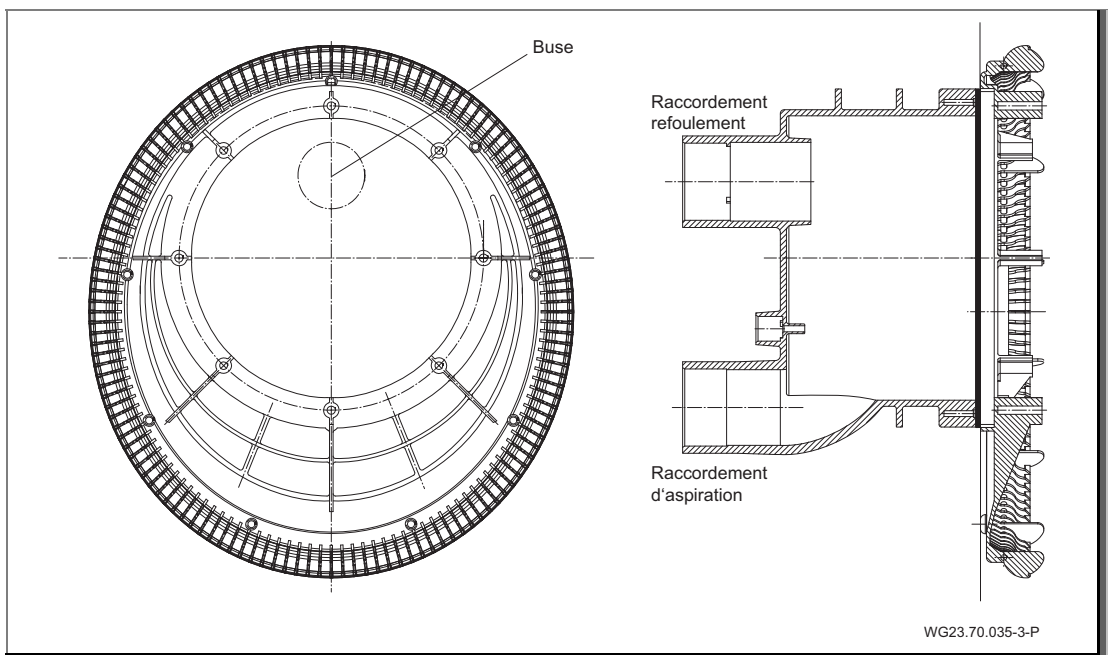
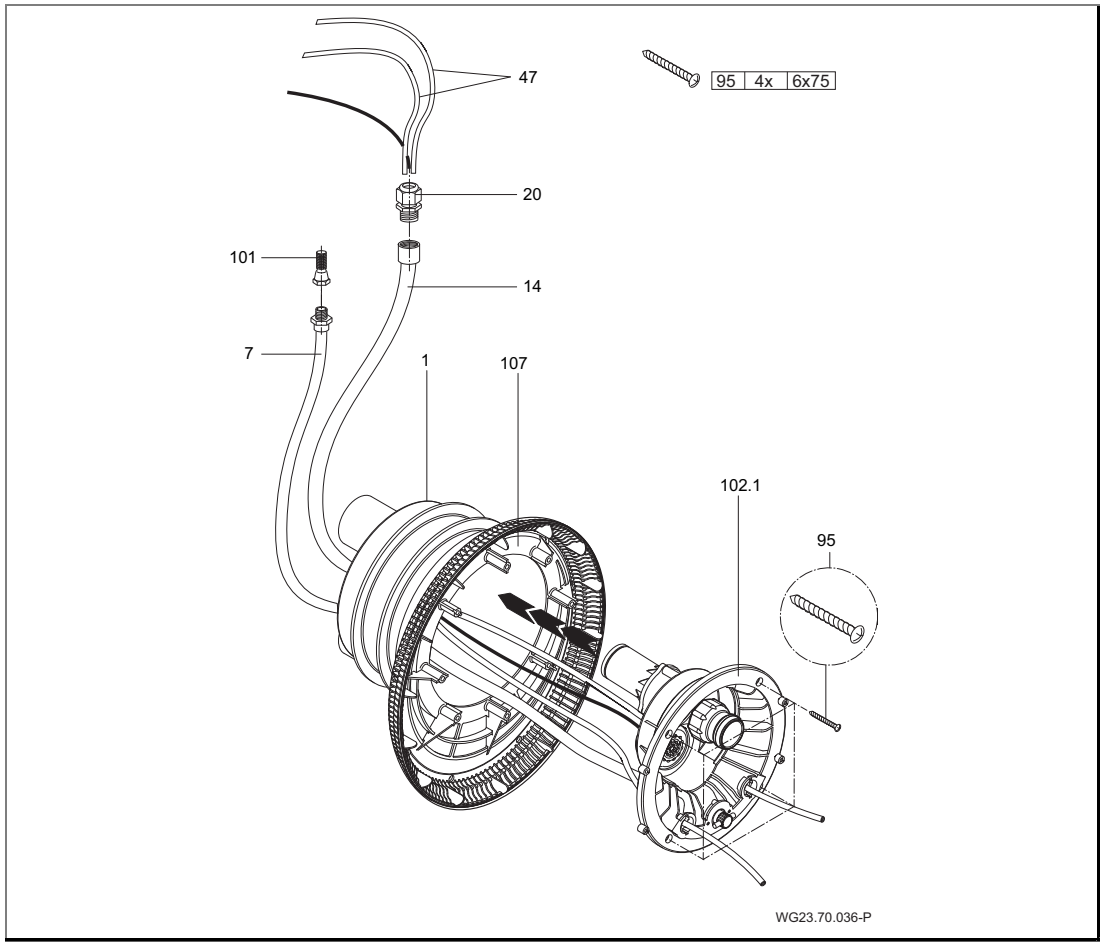
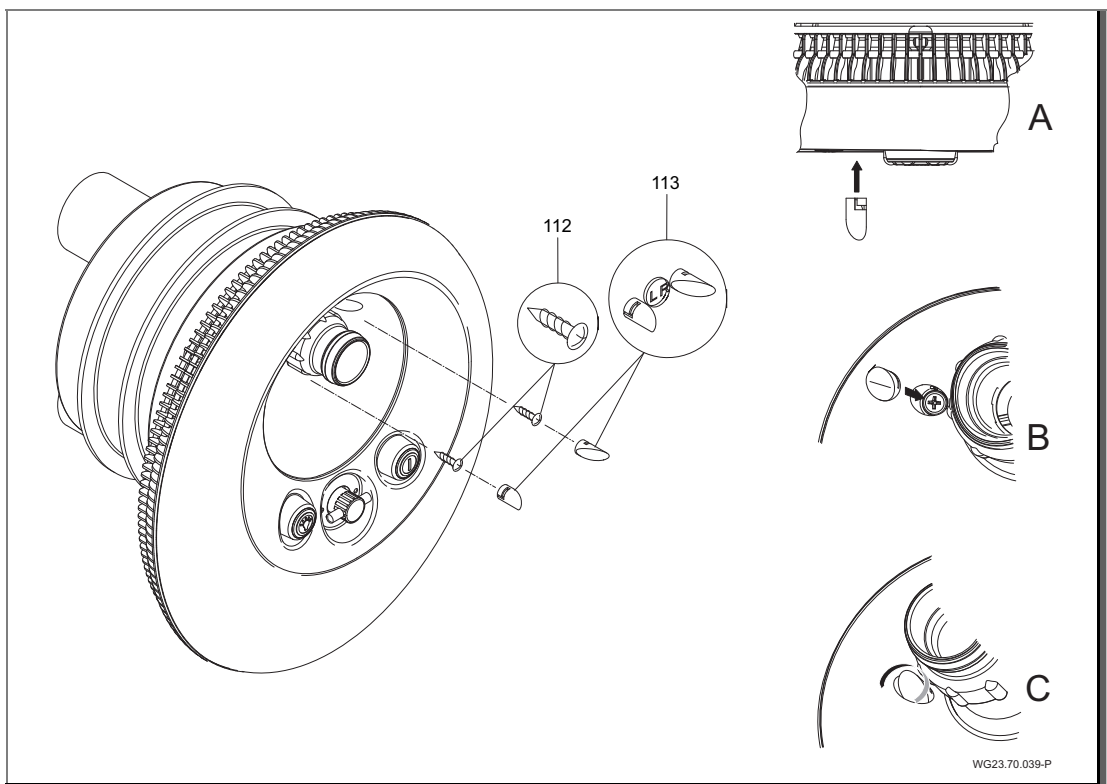

Fig. 16
Fig. 17
Fig. 20
2. Installer le boîtier d'aspiration (107) sur l'anneau de serrage. Respecter la position de montage. (Fig. 16)
3. Appliquer le boîtier des buses (102.1) sur le boîtier de montage (1).
5. Fixer la conduite d'air à l'aide de la pince (8) sur le régulateur d'air (21) monté en usine.
6. Fixer le boîtier des buses (102.1) à l'aide de quatre vis taraudeuses (95) sur le boîtier de montage (1). (Fig. 17)
10. Fixer les enjoliveurs dans le capot de lumière (110) en procédant de la manière représentée sur la fig. 16 A-C. Employer les bons enjoliveurs pour la gauche (L) et la droite (R). (Fig. 20)
1. Desserrer l'écrou (20).
4. Déverrouiller le couvercle (113). Voir "Fig. 20", page 35.
5. Desserrer la vis (112) et enlever le couvercle d'éclairage (110).
6. Desserrer la vis (49) et enlever la face inox (93).
7. Desserrer la vis (95) et enlever le boîtier d'aspiration (107).
8. Desserrer la vis (52). Enlever la bague de serrage (28) et son joint (27).